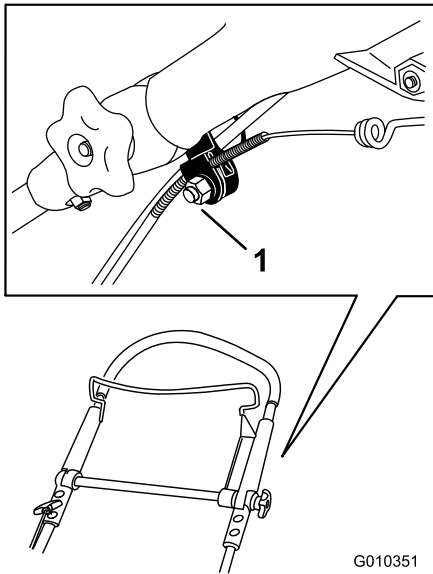

Figura 22
1. Allentate il dado sul serrafilo per cavi (Figura 22).